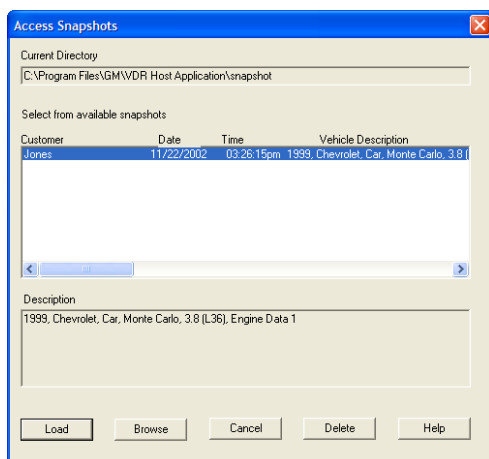

Figure 4.8 : boîte de dialogue d'accès aux instantanés
- 4 Lorsque vous avez terminé, cliquez sur le bouton Cancel pour fermer la boîte de dialogue d'accès aux instantanés (Figure 4.8 à la page 106).